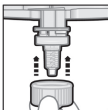
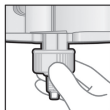

Рис. 3
Рис. 4.1
5. Когда смешивающий наконечник установится в правильном положении (рис. 3), надвиньте на него фиксирующее кольцо Dynamix до упора и поверните его по часовой стрелке (на  $1/4$  оборота), чтобы оно надёжно зафиксировалось в правильном положении. (Рис. 4.1, 4.2 и 5)